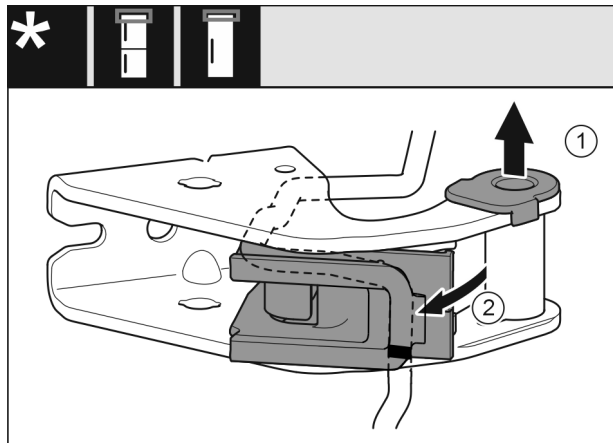

Fig. 14
- ▶ Витягніть із прямої опорну втулку. Fig. 14 (1)
- ▶ Поверніть вбік тримач кабелю. Fig. 14 (2)